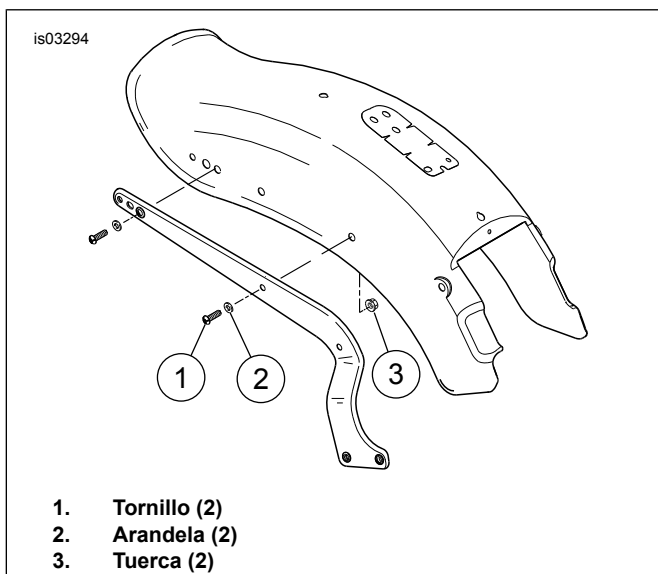

Figura 1. Extracción de los elementos de sujeción (FXST)
1. Vea la Figura 1. Quite y deseche los tornillos de fábrica (1) y las arandelas (2) del soporte del guardabarros.